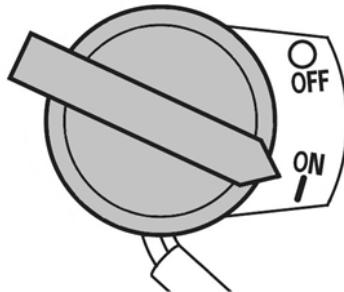

Рис. 16 Выключатель зажигания
- Выключатель зажигания переведите в положение «ON» (ВКЛЮЧЕНО) (Рис. 16).
При возникновении аварийной ситуации, для экстренной остановки двигателя моторомы переведите выключатель зажигания двигателя в положение «OFF» (ВЫКЛЮЧЕНО) (Рис. 16).
3. Переведите выключатель зажигания двигателя в положение «OFF» (ВЫКЛЮЧЕНО) (Рис. 16).